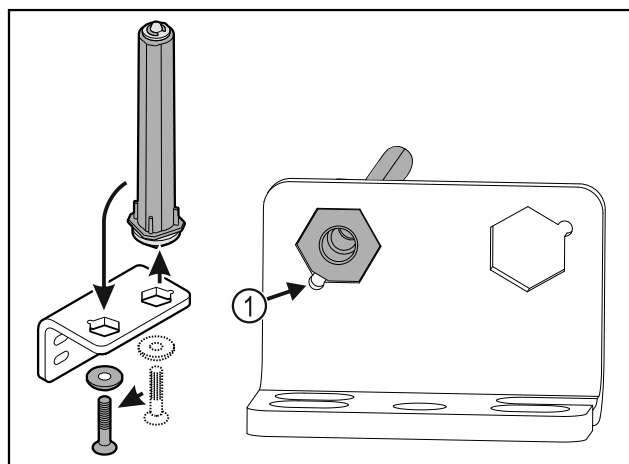

Fig. 34
- Dbajte na to, aby pri nasadzovaní ukazoval úkos čapu Fig. 34 (1) k okrúhlemu otvoru.